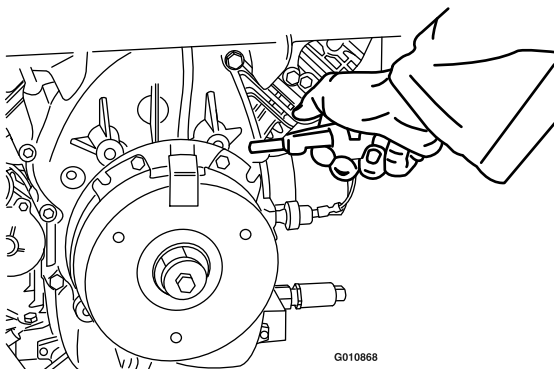

Figura 67
3. Utilizar un compresor de aire, elimine cualquier residuo de debajo del polo de freno y de alrededor de los espaciadores del freno (Figura 67).